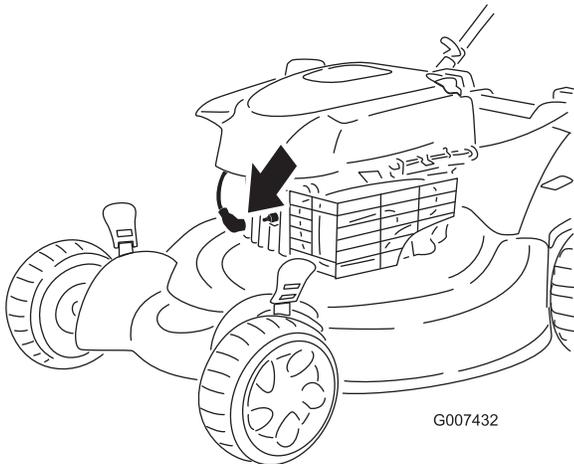

Bild 38
2. Ziehen Sie das Zündkabel von der Zündkerze (Bild 38) ab, bevor Sie Wartungsarbeiten ausführen.